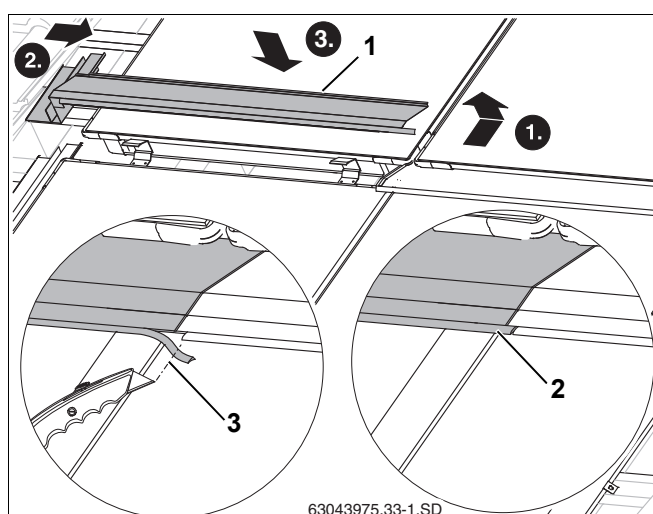

Рис. 53 Укладка левого среднего накладного листа
- ▶ Отогнутый край левого накладного листа (рис. 53, поз. 1) уложите так же, как и для правого листа в раму коллектора.
- ▶ Укоротите резиновый язычок настолько (рис. 53, поз. 3), чтобы он уперся в резиновый язычок правого накладного листа.
- ▶ Вставьте резиновый язычок левого накладного листа в фальц правого накладного листа (рис. 53, поз. 2).